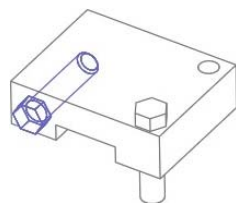

图 7.4.4 第一次元件复制
Step5. 在元件放置操控板中单击  按钮，完成第一次复制，结果如图 7.4.4 所示。